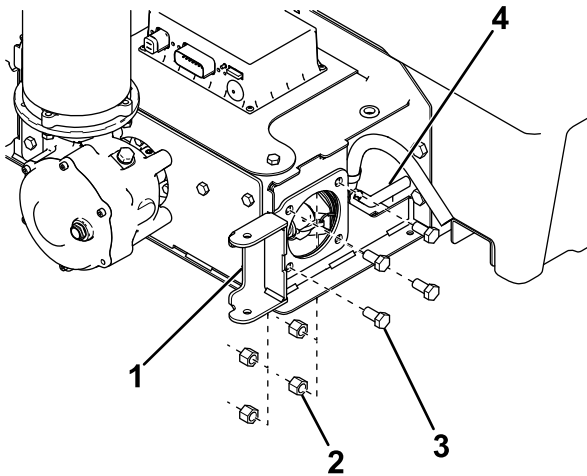

Figura 24
- Para esparcidores de sinfín, introduzca una de las cantoneras en el orificio del conjunto de sinfín, como se muestra en la Figura 24.
- Retire y deseche los 4 pernos y tuercas que sujetan la placa de cierre derecho del disco distribuidor al conjunto de sinfín o a cadena de rodillos (Figura 24). No deseche la placa de cierre del conjunto de disco distribuidor.